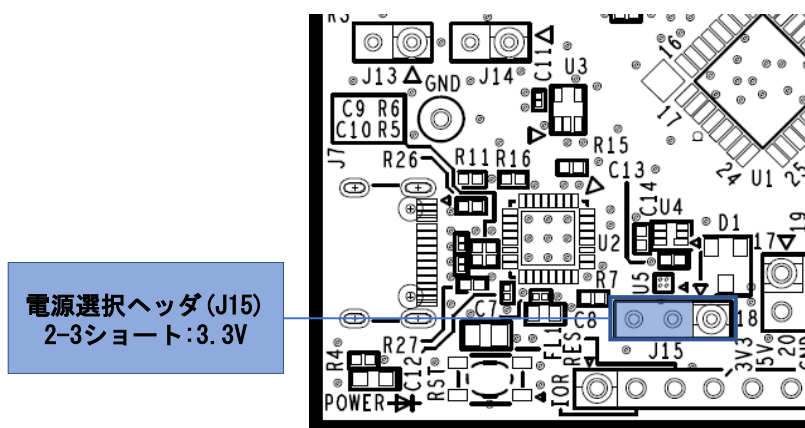

図 5-6: 3.3V 使用時のヘッダ設定(部品面)
- ・ J15 2-3 ショート：3.3V 電源を選択。(図 5-6)